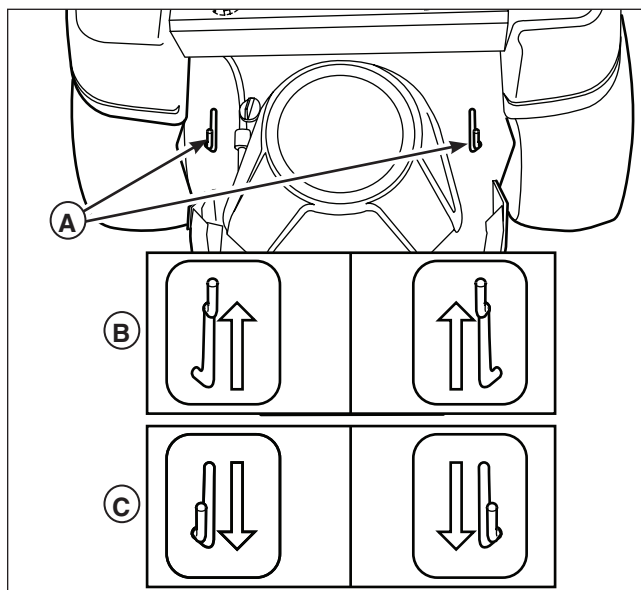

Figure 2. Leviers de débrayage de transmission
2. Trouver les leviers de débrayage de transmission (A, Figure 2) près des roues arrière de la machine.
5. Après avoir déplacé le tracteur, réengager les transmissions en tirant les leviers de débrayage vers l'arrière et l'intérieur pour les dégager de la position débrayée et leur permettre de revenir en position embrayée (conduite) (B).